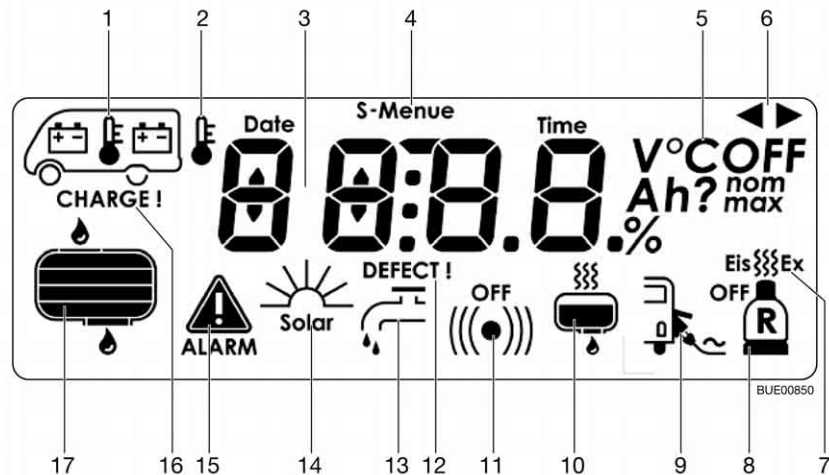

Bild 106 Symboldarstellung in LCD-Anzeige
- Eis-Ex (Bild 106,7) ein- oder ausgeschaltet (Option).
- Umschaltanlage für zwei Gasflaschen (Bild 106,8) (Option): Das Symbol der Gasflasche erscheint, wenn eine der beiden Gasflaschen leer ist. Wenn auch die zweite Gasflasche leer ist, blinkt das Symbol und im Grund-Menü erscheint ("ALARM") (Bild 106,15).
- Netzkontrolle (Bild 106,9): Das Symbol erscheint, wenn das Fahrzeug an die 230-V-Versorgung angeschlossen ist.
- Heizung Abwassertank (Bild 106,10) (Option): Das Symbol erscheint, wenn die Heizung des Abwassertanks eingeschaltet ist.
- Wasserpumpe (Bild 106,13): Das Symbol erscheint, wenn die Wasserpumpe eingeschaltet ist.
Das Grund-Menü erscheint und die Symbole (Bild 106,1, 15 und 16) blinken, sobald die Spannung der Wohnraumbatterie 12 V (Messung im laufenden Betrieb) unterschreitet und damit Tiefentladung droht. Zusätzlich blinkt die Spannungsangabe im Batterie-Menü.
Das Grund-Menü erscheint und das Symbol (Bild 106,1) blinkt. Zusätzlich werden im Batterie-Menü die Ah-Angabe und die "CHARGE!"-Aufforderung angezeigt.
Das Grund-Menü erscheint und das Symbol (Bild 106,1) blinkt. Zusätzlich wird im Batterie-Menü die "DEFECT!"-Anzeige angezeigt.